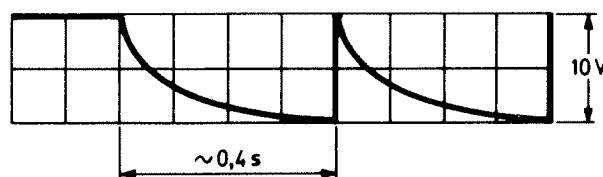

Bild 2
- StT intryckt. Lös ut och tryck åter in Si1. Kontrollera oscilloskopbilden, bild 2.